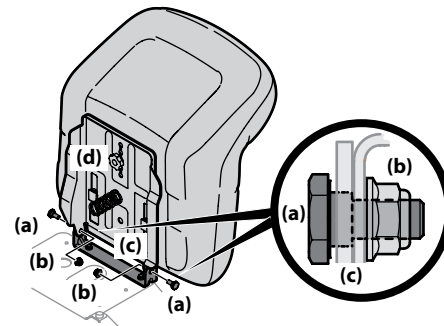

Figura 2-8
- Instale los dos pernos con reborde (a) y las tuercas de seguridad (b) que extrajo del soporte de montaje del asiento (c) en el Paso 1. Consulte la Figura 2-8.
- Para ajustar la posición del asiento, extraiga la perilla de ajuste (d) que está ubicada en la parte inferior del asiento. Deslice el asiento hacia adelante o hacia atrás, según lo desee. Vuelva a ajustar el perno de ajuste (d). Consulte la Figura 2-8.